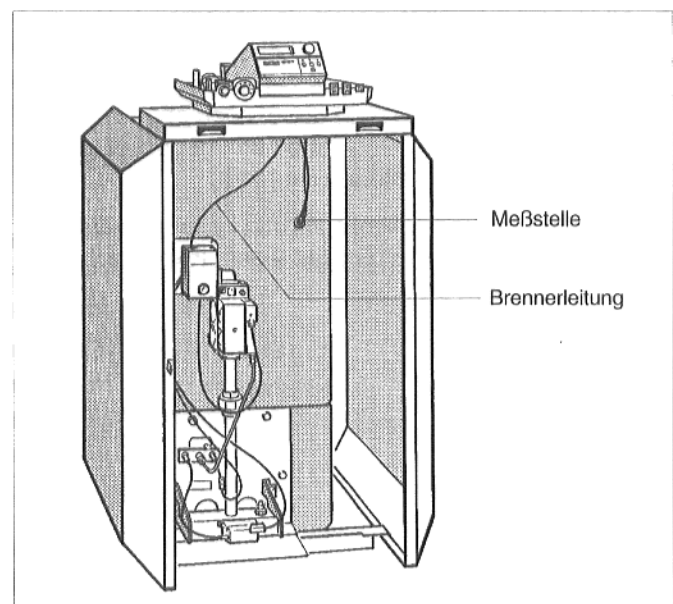

Abb. 12: Kesselvorderseite
- Kapillarrohre der Temperaturfühler und, bei "Ecomatic"-Regelung, die Kesselwassertemperaturfühlerleitung unter der vorderen Kesselhaube nach vorne zur Meßstelle führen. Dabei nur auf Bedarfslänge abrollen (Abb. 12).
- Brennerleitung unter der vorderen Kesselhaube nach hinten zur Anschlußseite des Regelgeräts führen (Abb. 12).